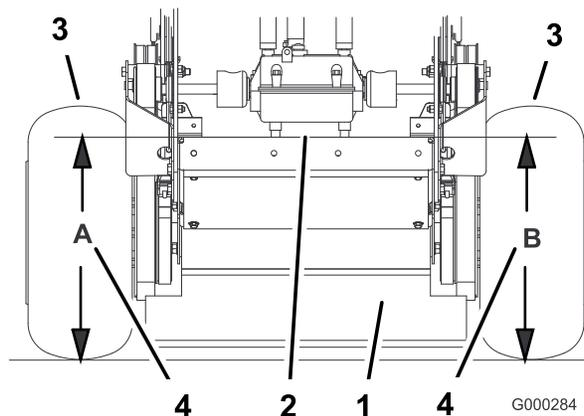

Figura 53
- Misurate l'altezza della scocca del motore al punto **A** (Figura 53).
- Misurate l'altezza della scocca del motore al punto **B** (Figura 53).